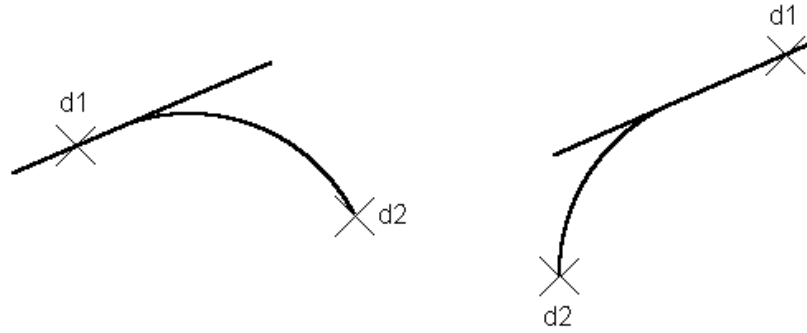

**Rys.24**
**Styczny do 3 elementów ó** tworzy łuk styczny do trzech elementów d1, d2, d3 (rys.24).